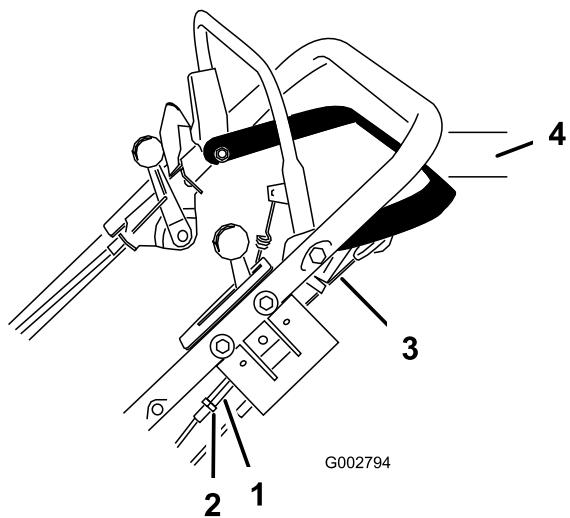

Figura 28
1. Afloje la tuerca que sujetá el tensor (Figura 28).
2. Gire el tensor hasta eliminar la holgura del cable expuesto (Figura 28).